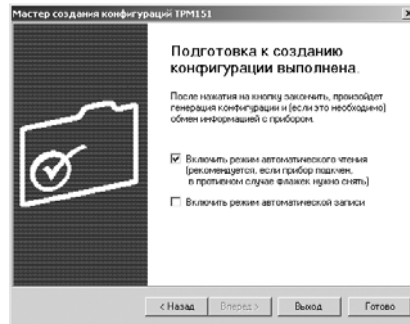

Рис. 26
**5. Нажмите клавишу [Вперед].** Открывается окно, завершающее подготовку к созданию Конфигурации (рис. 26). Если прибор подключен, установите флажки «Включить режим автоматического чтения» и/или «Режим автоматической записи» (см. п. 10.7.5, 10.7.8).